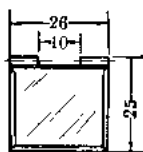

图 1-4
7. 反光镜。用普通的平面镜玻璃和铝皮按图1-4制成。铝片包在镜片的边缘;上端左右两边凸出部分卷成内径 $\phi 1$ 毫米圆管,以便于用销子将它与齿轮支架连接。